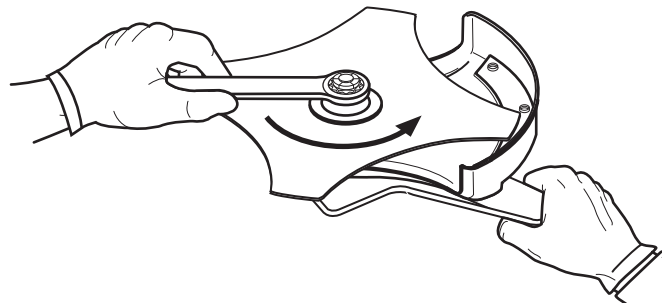

Fig. 18
7. Au moyen d'une clé, serrez l'écrou dans le sens antihoraire (Fig. 18) :